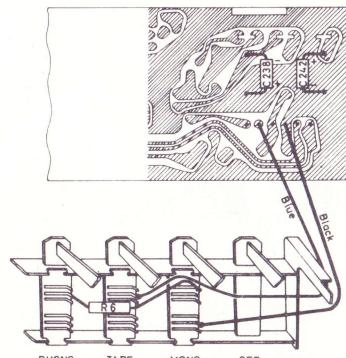

Fig. 6. Vendersekksjonen og MF-platen sett fra foliesiden i Huldra 8.
7. Monter C238 og C242 (16 µF, 25 V) på MF-platen som vist på fig. 6.